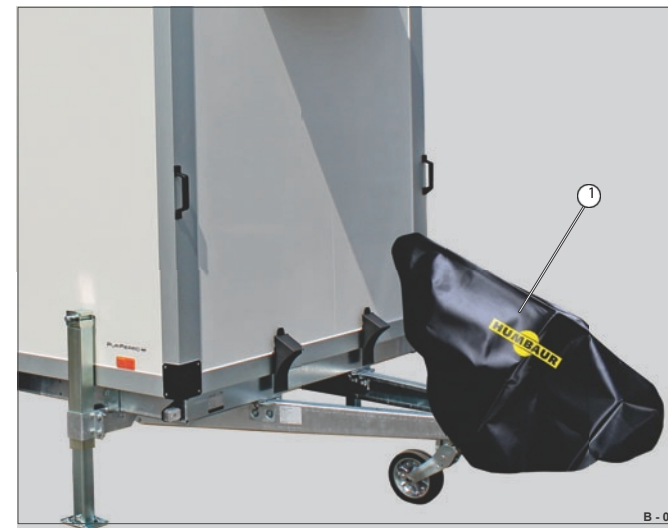

Fig. 6 Överkörningsskydd / koppling täckt
- Täck överkörningsskyddet med ett lock (Fig. 6/1).